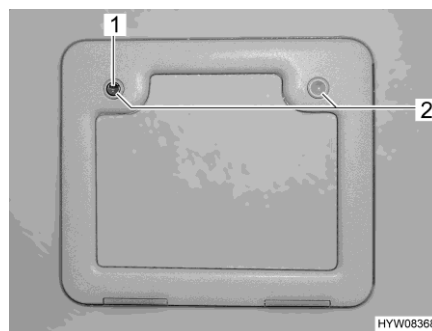

Fig. 17 Sportello esterno cassetta Thetford
- Inserire la chiave nel cilindro della serratura a pressione (Fig. 17,1) e ruotare di un quarto di giro.
- Premere contemporaneamente con i pollici entrambe le serrature a pressione (Fig. 17,2) e aprire lo sportello esterno.
- Inserire la chiave nel cilindro della serratura (Fig. 17,1) e ruotare di un quarto di giro.